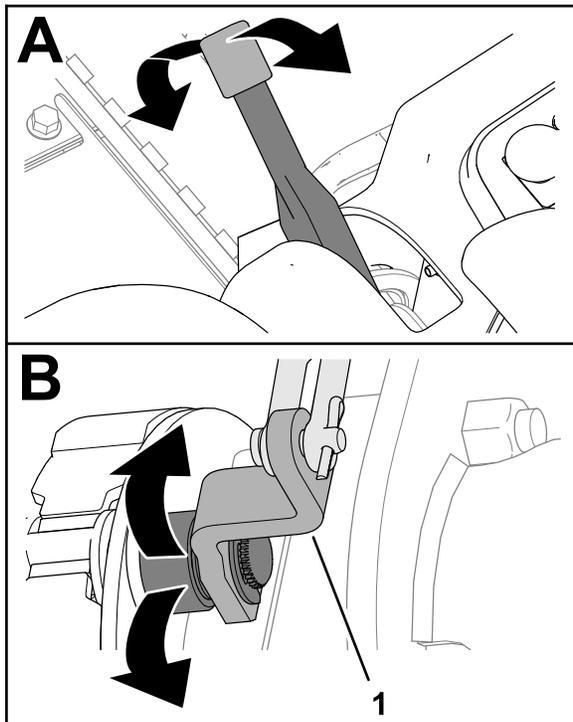

Рисунок 81
2. Переведите рычаг стояночного тормоза вверх и вниз, чтобы убедиться, что рычаг кулачка тормоза перемещается свободно (Рисунок 81).